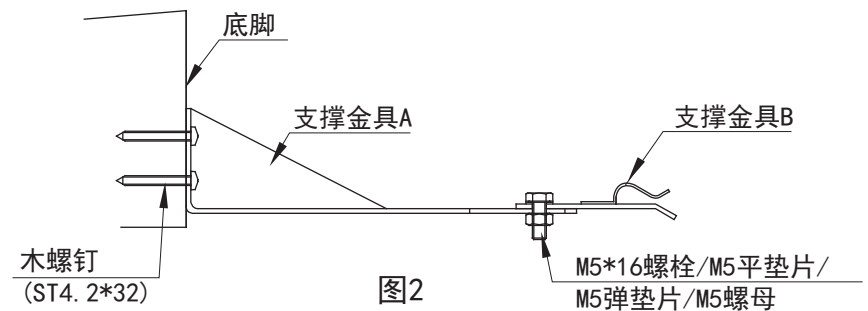

图2
- ③. 支撑金具的固定。
- d. 固定支撑金具A与浴缸底脚上。(图2)
④. 裙边安装